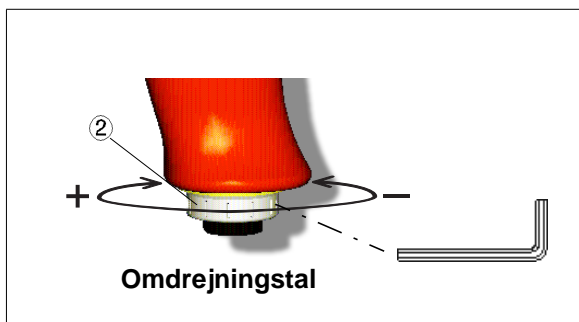

Fig. 4-2
4	Omdrejningstalsindstilling i højreløb via luftdrosselventil, se Fig. 4-2 , side 11
- Ved højreløb, med åbnet luftdrosselventil, maks. omdrejningstalsindstilling, se Fig. 4-2, side 11.
Moment for lavt	→ Drej på luftdrosselventilen, se Fig. 4-2 , side 11
→ Forøg omdrejningstallet, se Fig. 4-2 , side 11